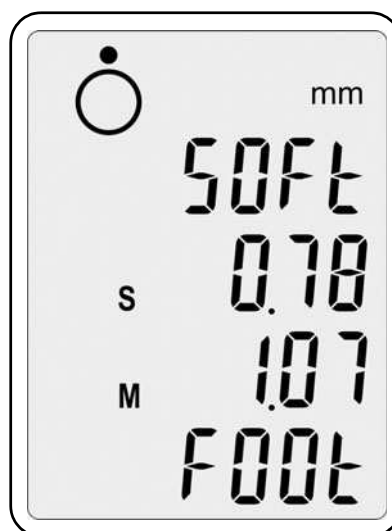

Fig. 28. Affichage du pied mou
3. Appuyez simultanément sur les boutons « + » et « - » pour obtenir le mode « pied mou ». Le texte « pied mou » doit alors apparaître sur l'écran comme indiqué sur la figure 28.